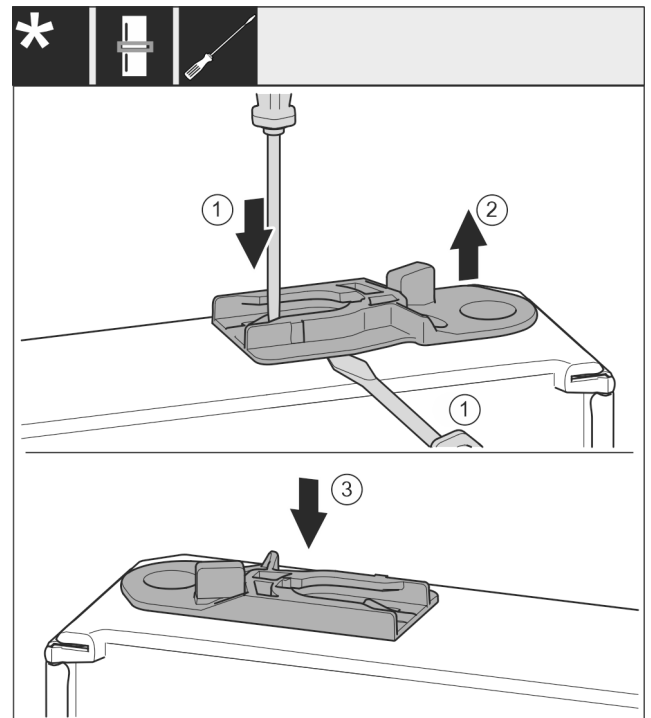

Fig. 36
- Führungsbuchse herausziehen: Lasche mit Schlitzschraubendreher drücken und gleichzeitig mit Schlitzschraubendreher unter Führungsbuchse fahren. Fig. 36 (1, 2)
- Im Lieferumfang beiliegende Führungsbuchse auf anderer Gehäuseseite einschieben. Fig. 36 (3)